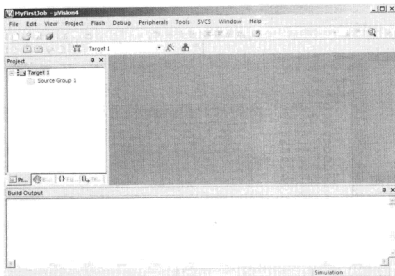

图 4.4.14 工程新建完毕
d) 至此 STM32 的工程已经新建完毕, 此时 Keil MDK 界面如图 4.4.14 所示。
③ 接下来将一系列必要的工程文件添加到当前工程中, 执行如下操作：